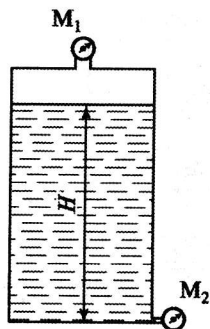

Рис. 3.15
**Задача 3.15.** Показание манометра  $M_1$   $p_1 = 5 \text{ Н/см}^2$ , показание манометра  $M_2$   $p_2 = 6 \text{ Н/см}^2$ ,  $\rho = 1000 \text{ кг/м}^3$  и  $g \sim 10 \text{ м/с}^2$ . Определить позицию свободной поверхности от дна резервуара (рис. 3.15).